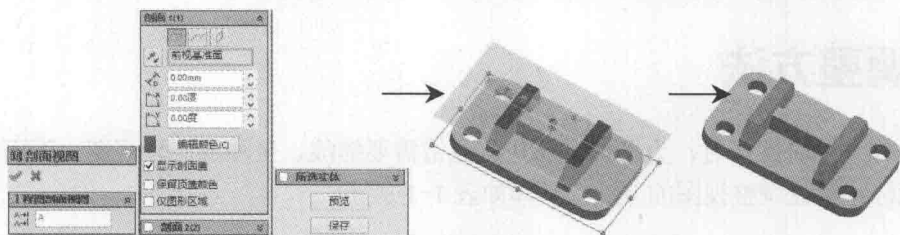

图 1-7 创建剖视图的操作
- “剖视图”按钮  单击该按钮后, 将在“属性管理器”中显示“剖面视图”的属性设置操作界面, 通过选择“剖面”, 并输入不同的参数, 单击“确定”按钮 , 可创建模型的剖视图, 如图 1-7 所示。